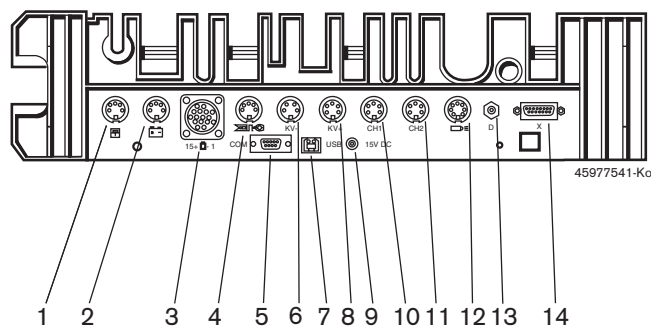

Fig. 3: régua de conectores da unidade de medição (vista de baixo)
2. Ligue os sensores nos alojamentos da unidade de medição (ver fig. 3). A pinça de corrente de 1000 A e o cabo adaptador 1 684 465 513 só se ligam em caso de necessidade.